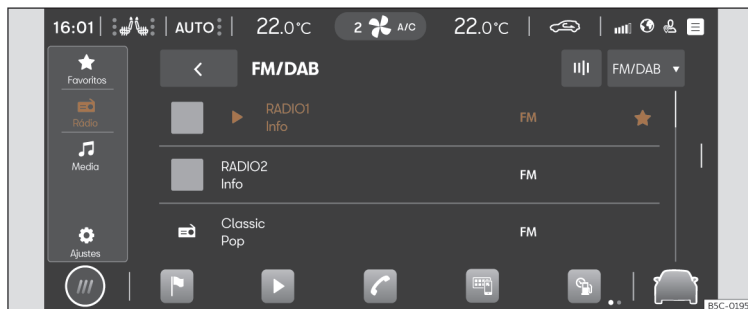

Fig. 134 Esquema: Vista Rádio
- Pressione ► ► >>> Fig. 134 .